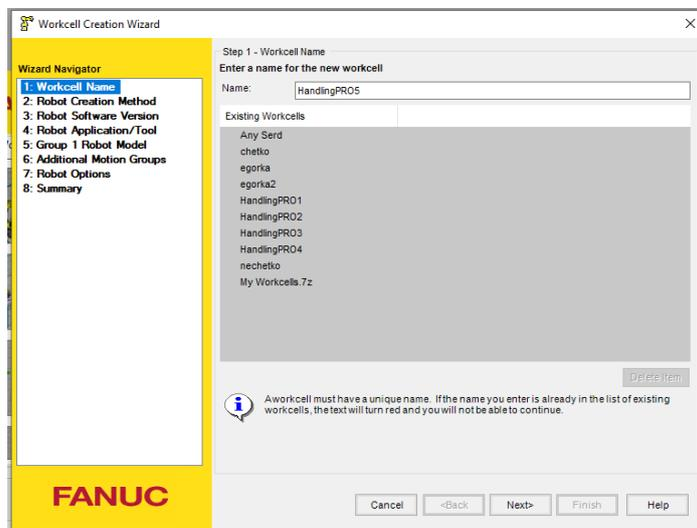

Рис. 5.2 Ввод имени проекта
3. В открывшемся окне (рис. 5.2) введём имя проекта и нажмём *Next*>.